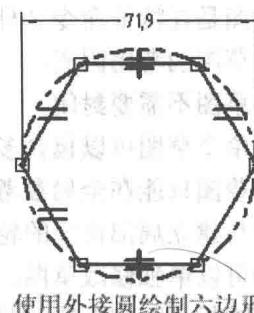

图 1-6 借助辅助线
- (2)比例协调：绘图时，应尽可能使所建立的轮廓与实际图形接近。所画轮廓的大小可控制在实际尺寸的 75% 左右，这样将便于对轮廓形状进行控制，尺寸驱动图形时不会变形太多。
- (3)借助辅助线：如图 1-6 所示，有时借助辅助元素，将使操作变得更容易。